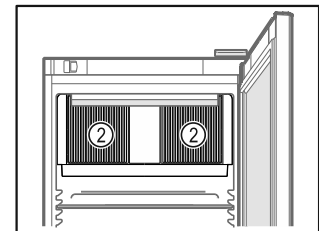

Fig. 41
- ❑ Διατηρείτε ελεύθερες τις σχισμές αερισμού Fig. 41 (2) του ανεμιστήρα στο εσωτερικό.